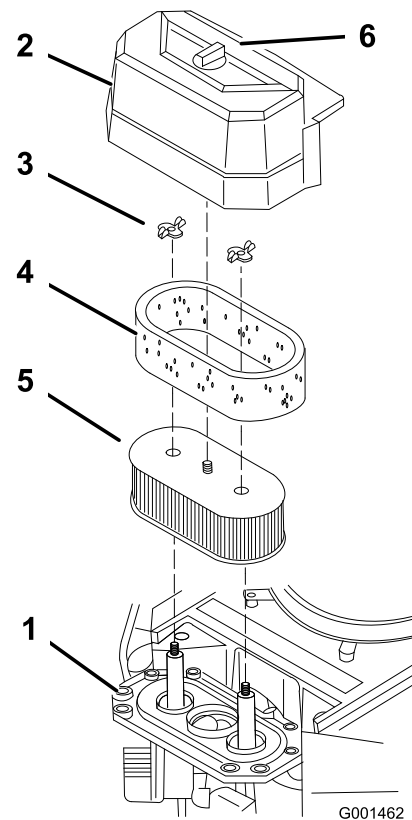

Figura 20
3. Limpie alrededor del limpiador de aire de forma que la suciedad no penetre en el motor y cause daños (Figura 20).
4. Desenrosque el pomo de la cubierta y retire la cubierta del limpiador de aire (Figura 20).
5. Desenrosque las 2 tuercas de orejeta y retire el conjunto del limpiador de aire (Figura 20).
6. Retire cuidadosamente el filtro de gomaespuma del filtro de papel (Figura 20).
1. No limpie el filtro de papel, cámbielo (Figura 20)
1. Deslice cuidadosamente el filtro de gomaespuma sobre el filtro de papel (Figura 20).
2. Coloque el conjunto del limpiador de aire sobre la base del limpiador de aire y fíjelo con 2 tuercas de orejeta (Figura 20).
3. Coloque en su posición la cubierta del limpiador de aire y apriete el pomo de la cubierta (Figura 20).